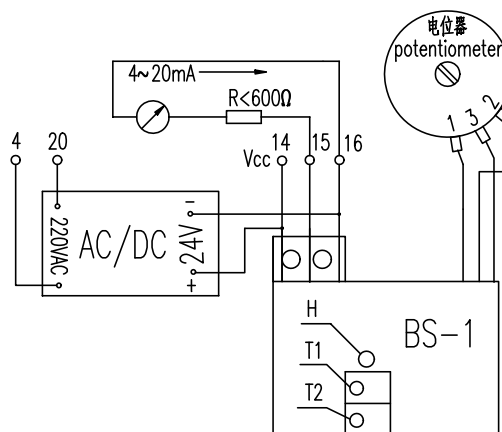

图 9 阀位变送器 Fig.9 transmitter
2. 阀位变送器 BS-1 的调整，见图 9。阀位变送器的取样电位器选用高精度导电塑料电位器 WDD32，其独立线性度 <math><1\%</math>，寿命
For the adjustment of position signal transmitter, refer to Fig.9